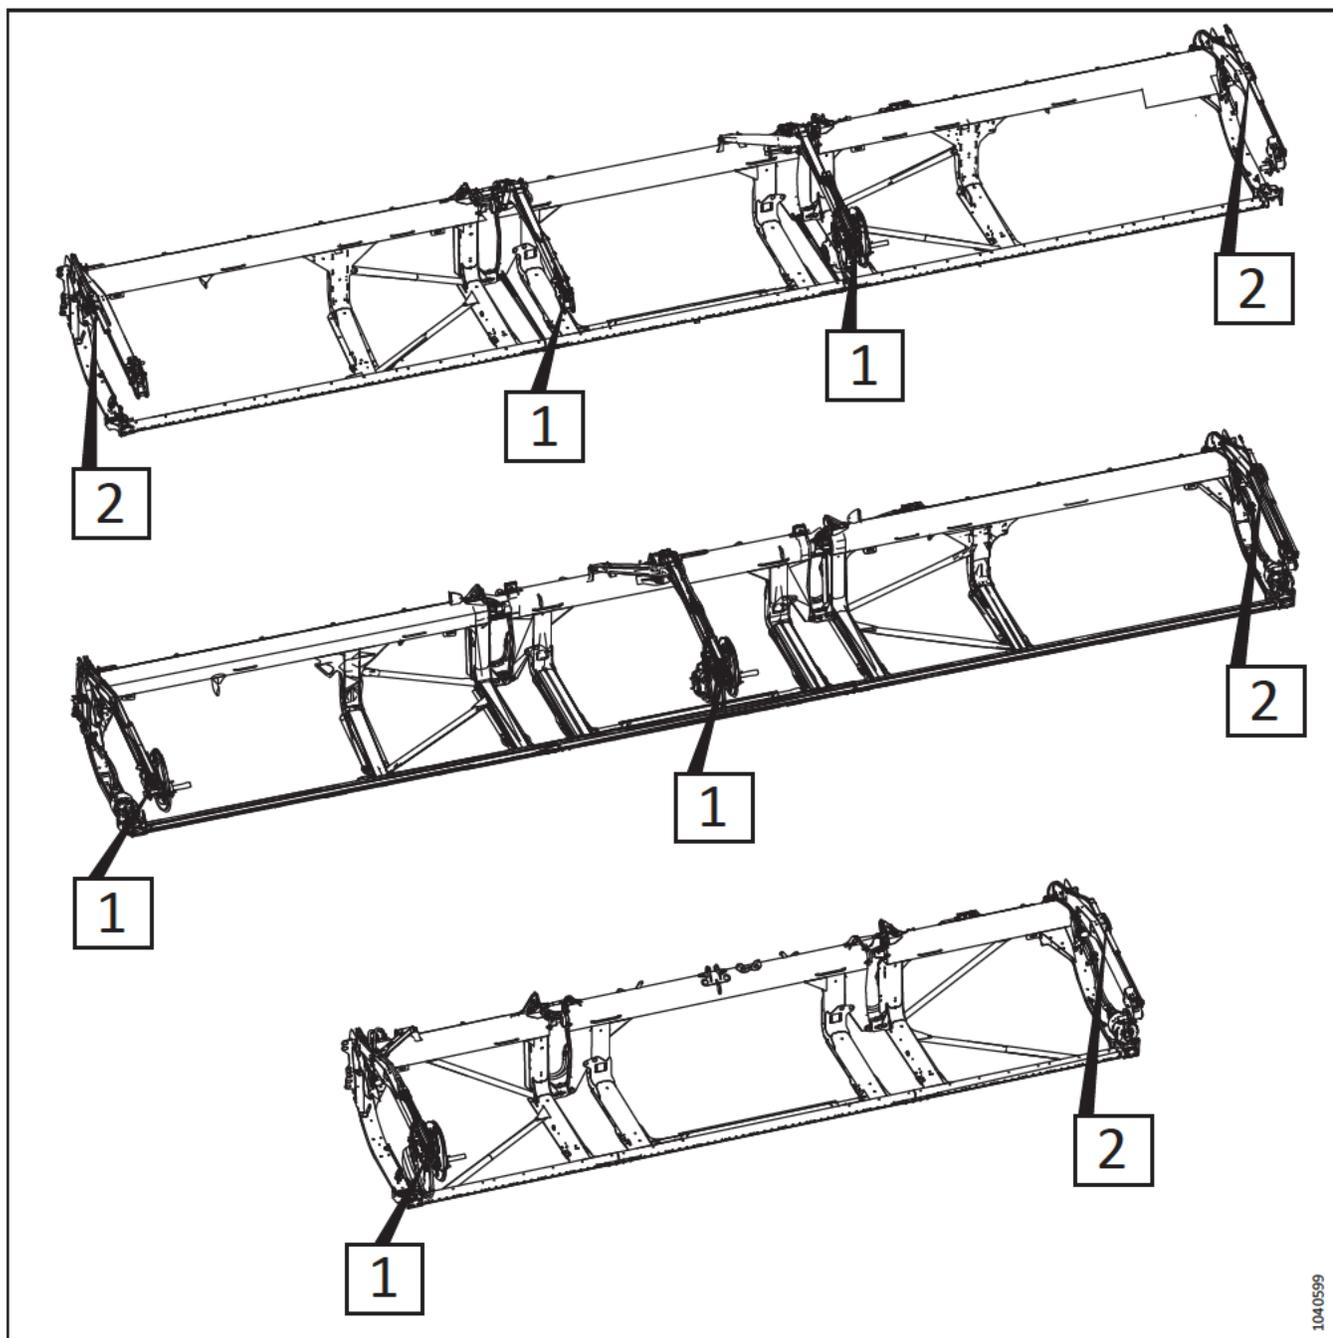

Figura 3.195: Cilindros de avanço/recuo ajustáveis - números de referência do procedimento
6. Consulte a Figura 3.195, página 178 para determinar os procedimentos de ajuste do cilindro de avanço/recuo adequados ao seu tipo de plataforma. O número na ilustração refere-se a um dos seguintes procedimentos: